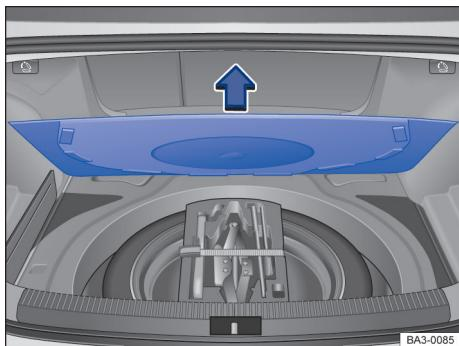

Fig. 152 No compartimento de bagagem: abrir o assoalho do compartimento de bagagem.
As ferramentas de bordo podem estar alojadas em diferentes lugares dentro do compartimento de bagagem, por exemplo, no compartimento de bagagem sob o assoalho → **Fig. 152**.
- Levante o revestimento do assoalho → **Fig. 152** (seta) e retire-o se for necessário.